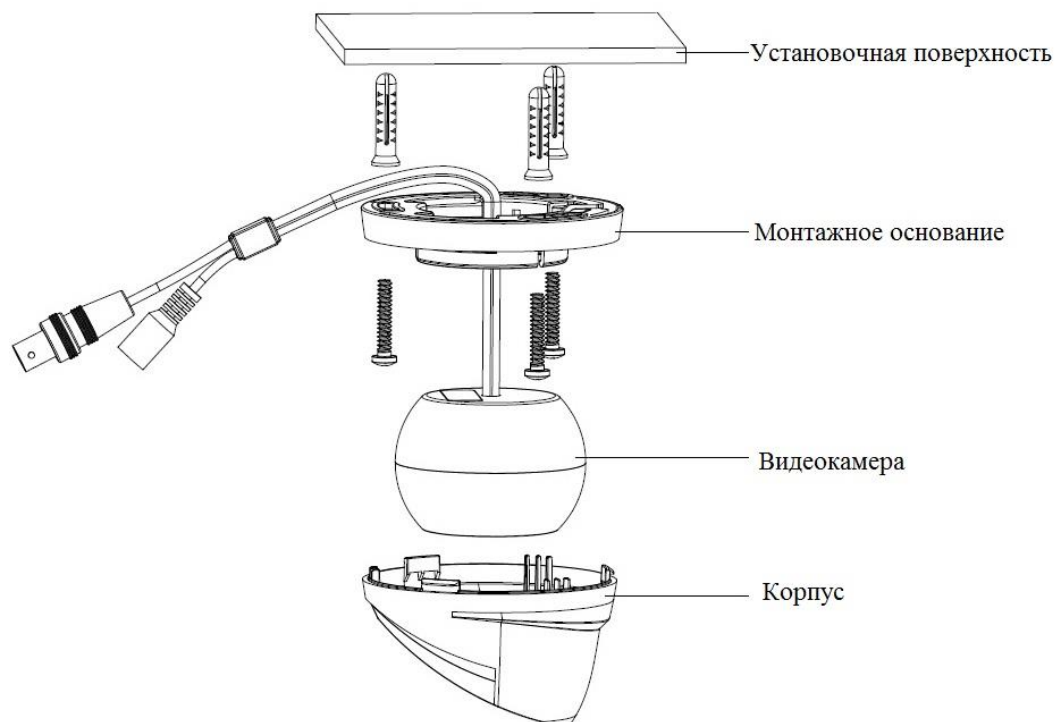

Рисунок 3
2.6 Прикрепите монтажное основание видеокамеры к установочной поверхности. Присоедините корпус видеокамеры к монтажному основанию (рис.3). Поверните объектив видеокамеры на желаемый угол.